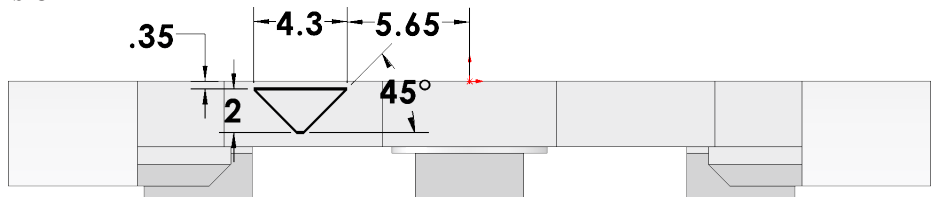

Fig. 80
Step 8. Add dimensions, **Fig. 80**.